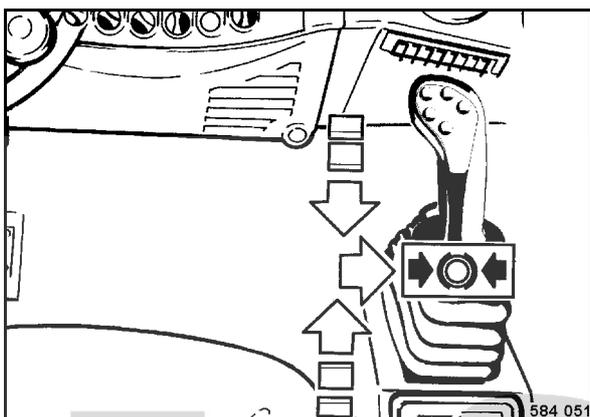

fig. 56
- Ramener lentement le levier de commande de marche (fig. 56) sur position neutre puis l'enclencher vers la droite sur position de freinage.